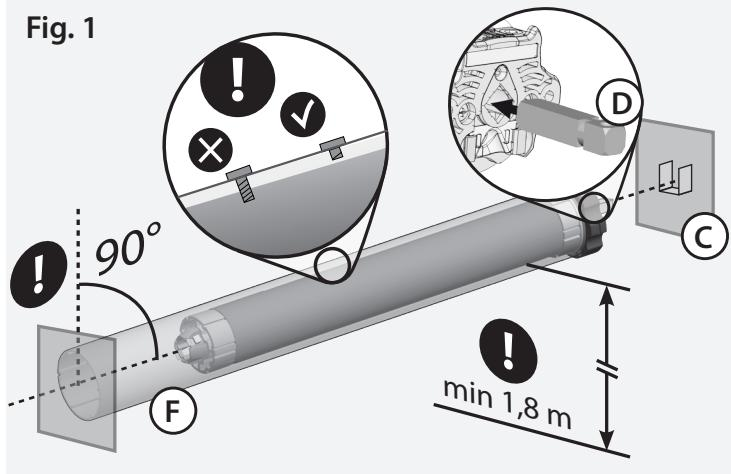

Fig. 1.1
- Bevestig de adapters aan de motor en maak hierbij onderscheid tussen de eindring (Fig. 1.1 A) en de meenemer (Fig. 1.2 B).
- Monteer montagebeugel (C) in de kast of op het frame van het zonnescherm zodat buis (F) exact horizontaal staat op een hoogte van minimaal 1,8 m.
- Voer motor (E) in buis (F) tot aan de eindring.
- [VOOR M50]** Plaats de vierkante motorpenen (D) in de beugel (C) en de kap aan het buiseinde in de bevestiging.
- Fix the adaptors to the motor distinguishing the limits ring (Fig. 1.1 A) from the drive pulley (Fig. 1.2 B).
- The fixing bracket (C) must be fixed inside the box or on the awning frame so that the roller tube (F) is perfectly horizontal and at a height not less than 1,8m.
- Insert the motor (E) into the tube (F) until its end stops against the limits ring.
- **[FOR M50]** Place the motor square pin (D) on the bracket (C) and the cap at the opposite end of the tube on the fixing plate.
- Insérez les adaptateurs sur le motoréducteur en distinguant la bague de la fin de course (Fig. 1.1 A) de la couronne d'entraînement (Fig. 1.2 B).
- Le support du motoréducteur (C) doit être fixé à l'intérieur du caisson ou sur l'armature du store de manière que le tube (F) soit en position parfaitement horizontale et à une hauteur non inférieure à 1,8m.